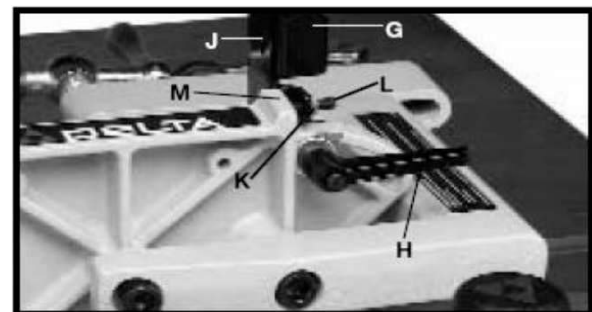

Рисунок 15
4. Шипорезное устройство имеет также упор для быстрой и точной установки ограничителя хода (G), Рис. 15, под прямым углом к столу. Для настройки упора, ослабьте рукоятку (H), Рис. 15, и приложите одну плоскость угольника (J) к столу, а другую – к ограничителю (G). Проверьте правильность расположения ограничителя относительно стола (90 градусов). Если требуется регулировка, ослабьте ручку (K), Рис. 15, и вращайте винт (L), пока головка винта не коснется вертикальной пластины (M) под углом 90 градусов. Затяните ручку (K) и рукоятку (H) по окончании регулировки.